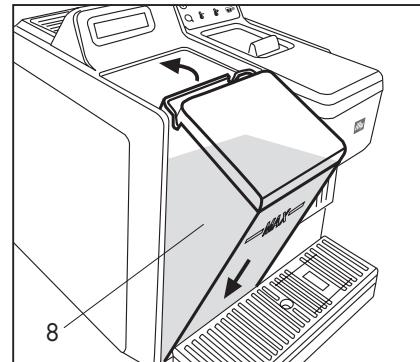

Fig. 3
- Pour remettre en place le réservoir, l'incliner légèrement et le poser sur la valve de l'eau. Faire légèrement pression sur la partie supérieure et le pousser jusqu'au déclic. (**Fig. 3**)